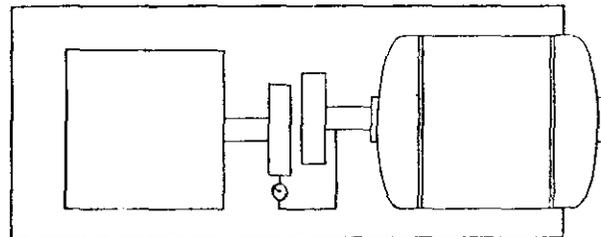

Fig. 4-1 Borde de lado a lado
1. Monte rígidamente un cuadrante indicador en la mitad del impulsor del acople y fije el botón indicador sobre el borde de la mitad de la bomba (Fig. 4-1).